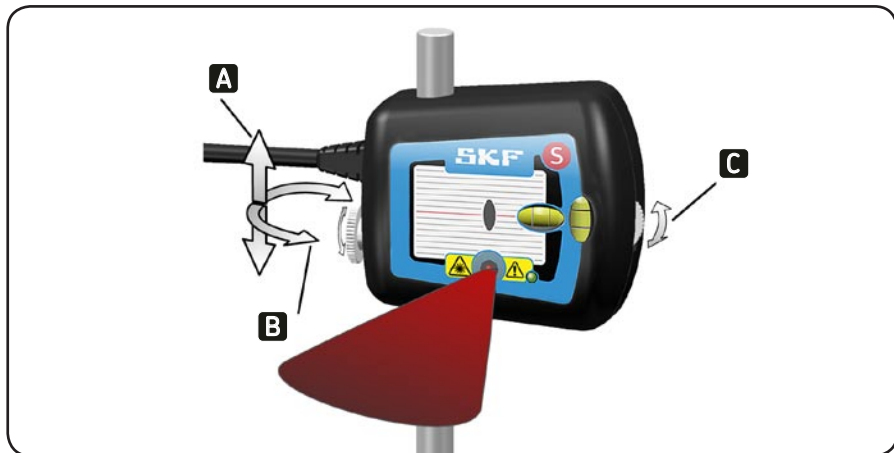

Fig. 10. Mecanismo de ajuste
- c) Para um ajuste menos preciso solte a unidade de medição desbloqueando o botão que se encontra na parte lateral da unidade (fig. 10). Isto permite que a unidade de medição deslize para cima e para baixo no pino e ao mesmo tempo girar livremente. Para um ajuste preciso em altura utilize os botões de ajuste que se encontram nas unidades de medição.